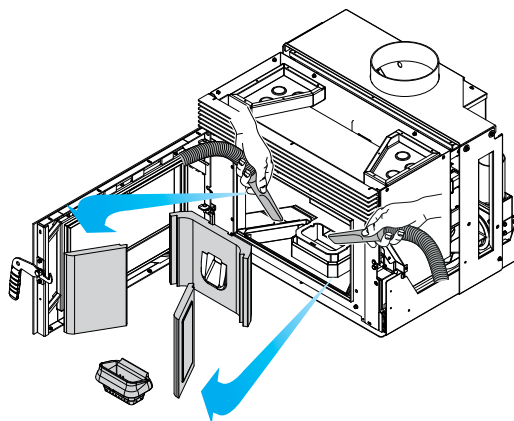

fig. 7.15
- C) Retirer les plaques réfractaires du foyer et aspirer la cendre résiduelle (fig. 7.15). Effectuer au moins une fois par mois ou tous les 300 kg de granulés brûlés.